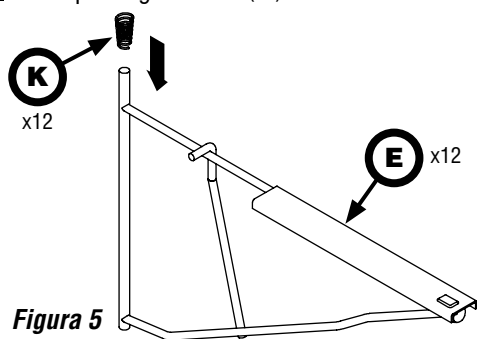

Figura 5
- 5** Deslice los resortes (**K**) a la extremidad de las escuadras de soporte giratorias (**E**) como demostrado en **Figura 5**.